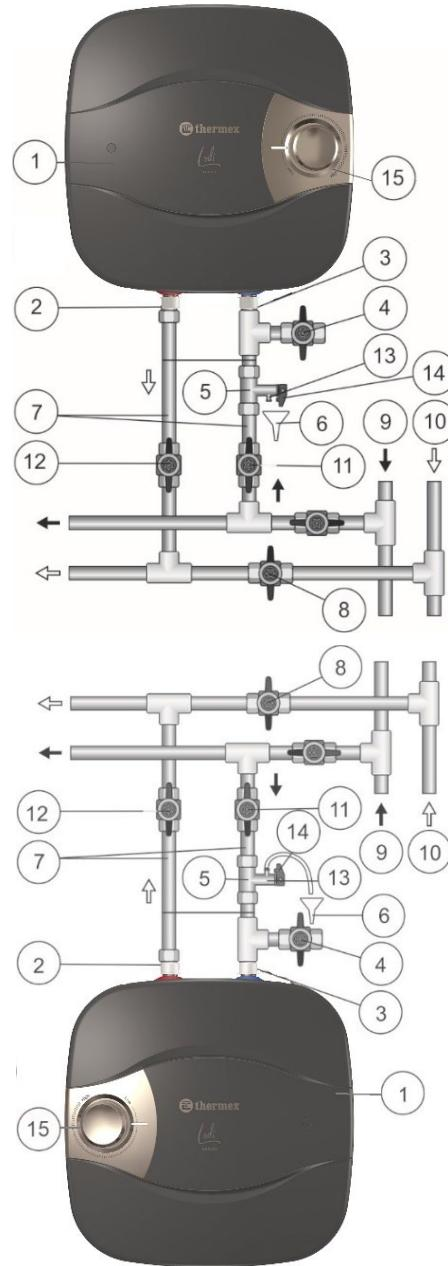

Рисунок 1-2. Схема подключения ЭВН к водопроводу сверху и снизу
Внутренний бак имеет специальное биостеклофарфоровое покрытие, надежно защищающее внутреннюю поверхность от химической коррозии и, как следствие, длительный срок эксплуатации. Пространство между внешним корпусом и внутренним баком заполнено пенополиуретаном - современной, экологически чистой теплоизоляцией, обладающей наилучшими характеристиками теплосбережения. Модели THERMEX Lodi имеют два резьбовых патрубка: для входа холодной воды (Рис. 1-2, п. 3) с синим кольцом и выхода горячей воды (Рис. 1-2, п. 2) - с красным кольцом. На лицевой стороне ЭВН, во всех моделях, находится панель управления (Рис. 1-2, п. 15).
Предохранительный клапан (Рис. 1-2, п. 5) выполняет функции обратного клапана, препятствуя попаданию воды из водонагревателя в водопроводную сеть в случаях падения в последней давления и в случаях возрастания давления в баке при сильном нагреве воды, а также функции защитного клапана, сбрасывая избыточное давление в баке при сильном нагреве воды. Во время работы водонагревателя вода может просачиваться из выпускной трубы предохранительного клапана для сброса излишнего давления, что происходит в целях безопасности водонагревателя. Эта выпускная труба должна оставаться открытой для атмосферы и быть установлена постоянно вниз и в незамерзающей окружающей среде.
Необходимо обеспечить отвод воды из выпускной трубы предохранительного клапана (Рис. 1-2, п. 5) в канализацию, предусмотрев при монтаже ЭВН соответствующий дренаж (Рис. 1-2, п. 6).
Необходимо регулярно (не реже одного раза в месяц) проводить слив небольшого количества воды через выпускную трубу предохранительного клапана (Рис. 1-2, п. 13). в канализацию для удаления известковых осадков и для проверки работоспособности клапана. Для открывания клапана он снабжен ручкой (Рис. 1-2, п. 5). Необходимо следить, чтобы во время работы ЭВН эта ручка находилась в положении, закрывающем слив воды из бака.
Установить предохранительный клапан (Рис. 1-2, п. 5) на входе холодной воды (Рис. 1-2, п. 3), помеченному синим кольцом, закрутив на 3,5 - 4 оборота, обеспечив герметичность соединения любым уплотнительным материалом (льном, лентой ФУМ и др.).
Подключение к водопроводной системе может производиться только в вертикальном положении патрубками вниз (O) или патрубками вверх (U) в соответствии с Рис. 1-2. Установка в ином положении недопустима, так как это может вызвать выход ЭВН из строя и снятие изделия с гарантии.
Рисунок 1-2: 1 – ЭВН, 2 – патрубок горячей воды, 3 – патрубок холодной воды, 4 – сливной вентиль, 5 – предохранительный клапан, 6 – дренаж в канализацию, 7 – подводка, 8 – перекрыть вентиль при эксплуатации ЭВН, 9 – магистраль холодной воды, 10 – магистраль горячей воды, 11 – запорный вентиль холодной воды, 12 – запорный вентиль горячей воды, 13 – выпускная труба предохранительного клапана, 14 – ручка для открывания предохранительного клапана, 15 – панель управления.
После подключения откройте вентиль подачи холодной воды (Рис. 1-2, п. 11) в ЭВН, кран выхода горячей воды из ЭВН (Рис. 1-2, п. 12) и кран горячей воды на смесителе, чтобы обеспечить отток воздуха из водонагревателя. При конечном заполнении ЭВН из крана смесителя непрерывной струей потечет холодная вода. Закройте кран горячей воды на смесителе.
Примечание: для облегчения обслуживания ЭВН в процессе эксплуатации рекомендуется установка сливного вентиля (Рис. 1-2, п. 4) в соответствии с рис. 1 (для моделей, не оборудованных сливным патрубком (не входит в комплект поставки ЭВН)).